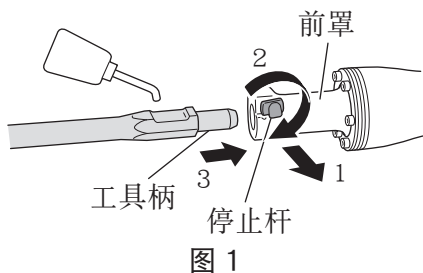

图 1
(1) 擦净后再给工具柄涂上润滑油或机油（图 1）。
(2) 边将停止杆朝前拉，边将其向右转 180°，然后将尖端工具插入前盖上的六角孔内。（图 1）